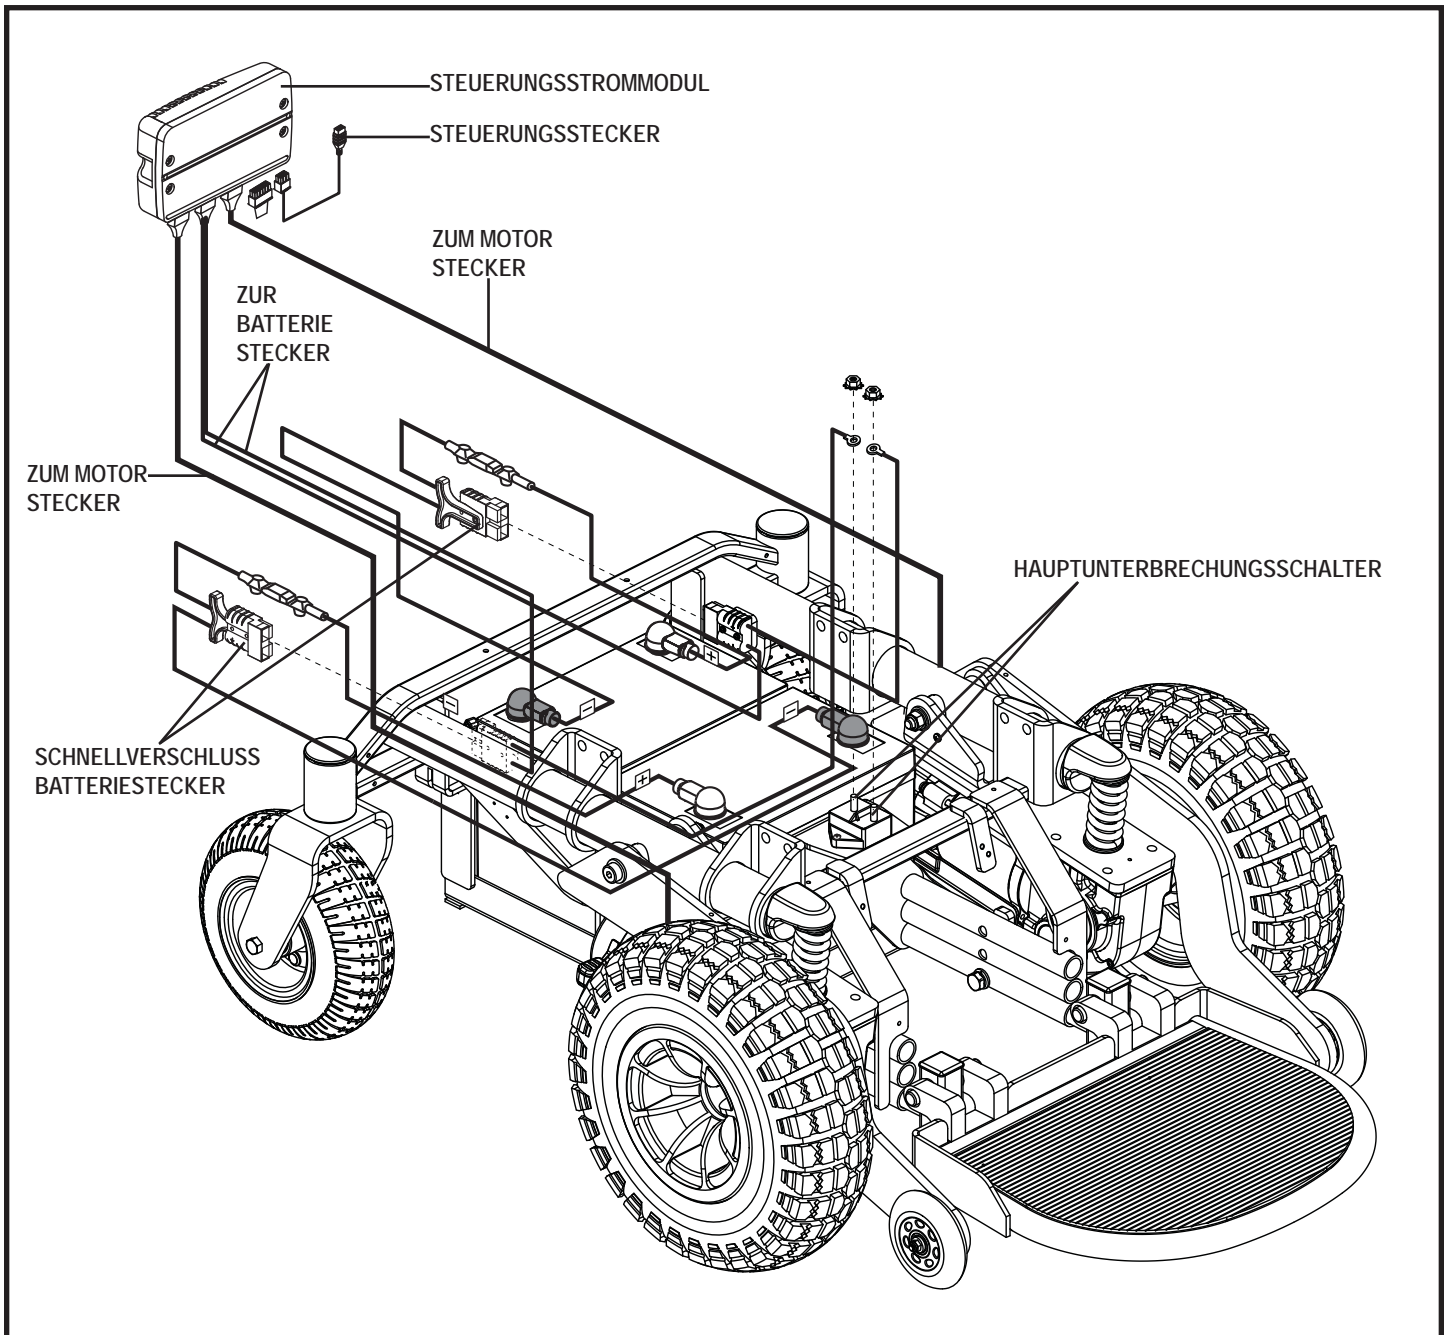

Abb. 3. R-MAX Elektrische Komponenten
Siehe Abb. 3.
5. Stecken Sie den Steuerungsstecker in die Rückseite des Netzteils. **Siehe Abb. 3.**
3. Den/die Steckverbinder der Steuereinheit von der Antriebsbasis trennen. **Siehe Abb. 3.**